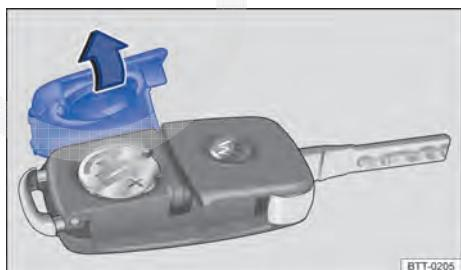

Fig. 26 Chave do veículo com comando remoto: abrir a tampa do alojamento da bateria.
A bateria encontra-se no lado posterior da chave do veículo com comando remoto, sob uma cobertura → Fig. 26.
- Retirar a cobertura no lado posterior da chave → Fig. 26 no sentido da seta → ①.
- Posicionar a cobertura conforme indicado → Fig. 26 e pressionar no sentido contrário ao da seta sobre a carcaça da chave do veículo até encaixar.